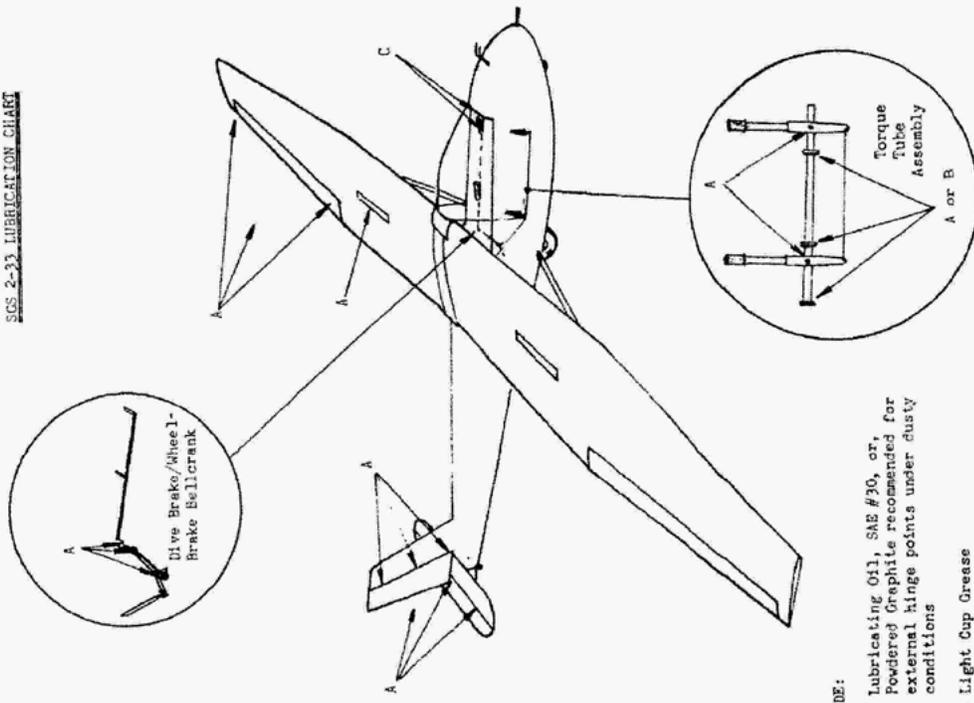

FIGURE 1.
1. **Lubrication:** See Figure 1